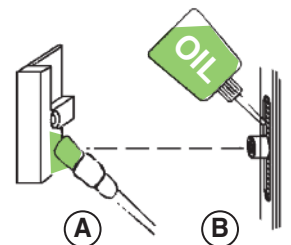

Abb. 3
Um ihre Leichtgängigkeit zu erhalten, müssen die Schließbleche (A) einmal jährlich mit technischer Vaseline oder einem anderen geeigneten Fett geschmiert werden (s. Abb. 3 u. 4).